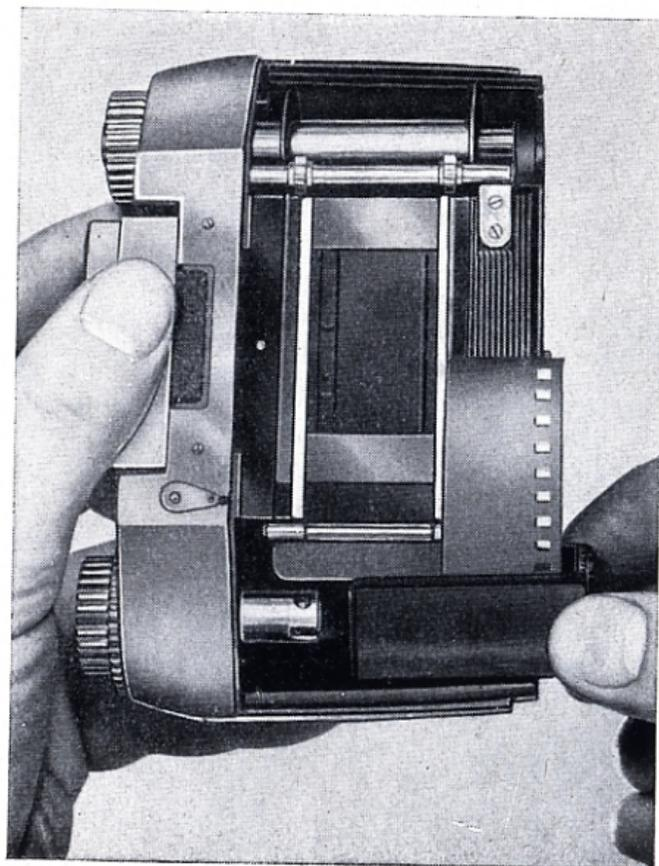
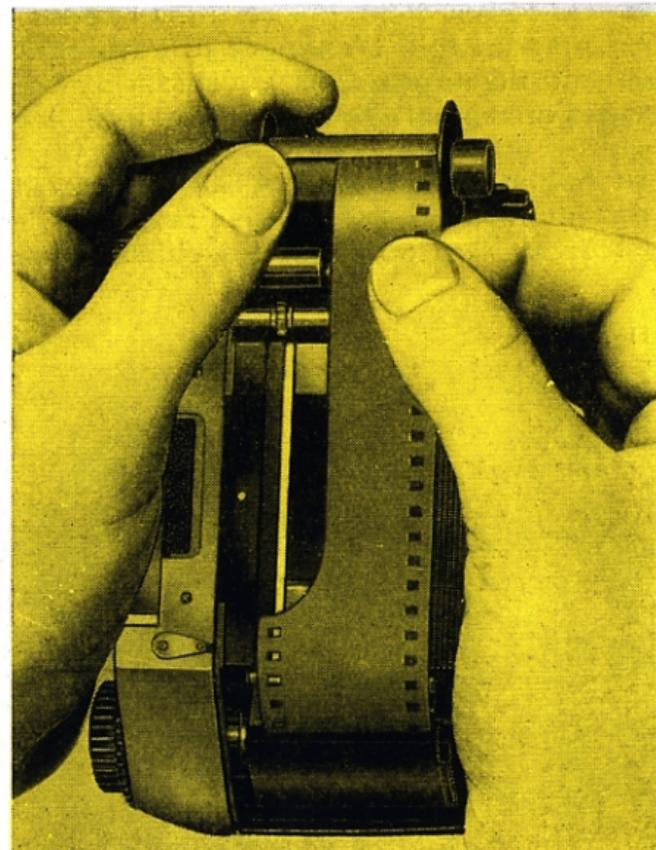

Fig. 19
Fig. 20
Retirer le dos (32) introduire par le bas la cartouche de film vierge dans son logement (23) (fig. 19). Eventuellement tourner légèrement le bouton de réenroulement (15) de façon à engager parfaitement l'entraîneur (26) dans le noyau de la bobine. Les lèvres de la cartouche doivent venir en contact avec le guide métal (24). Extraire la bobine réceptrice (28) de son logement (27) engager l'amorce du film sous le ressort d'accrochage de cette bobine (fig. 20) et l'enrouler d'un tour environ. Replacer la bobine (28) dans son logement (27) et tourner légèrement dans le sens de l'en-